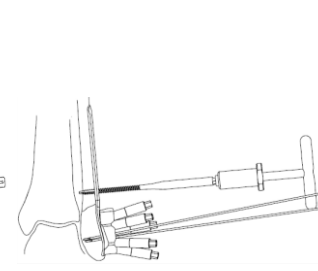

図8
- 8) 3.5 コーティカルスクリュータップの後端にTハンドルを装着し、イメージ下で確認しながらプレタップを行います。（図8）